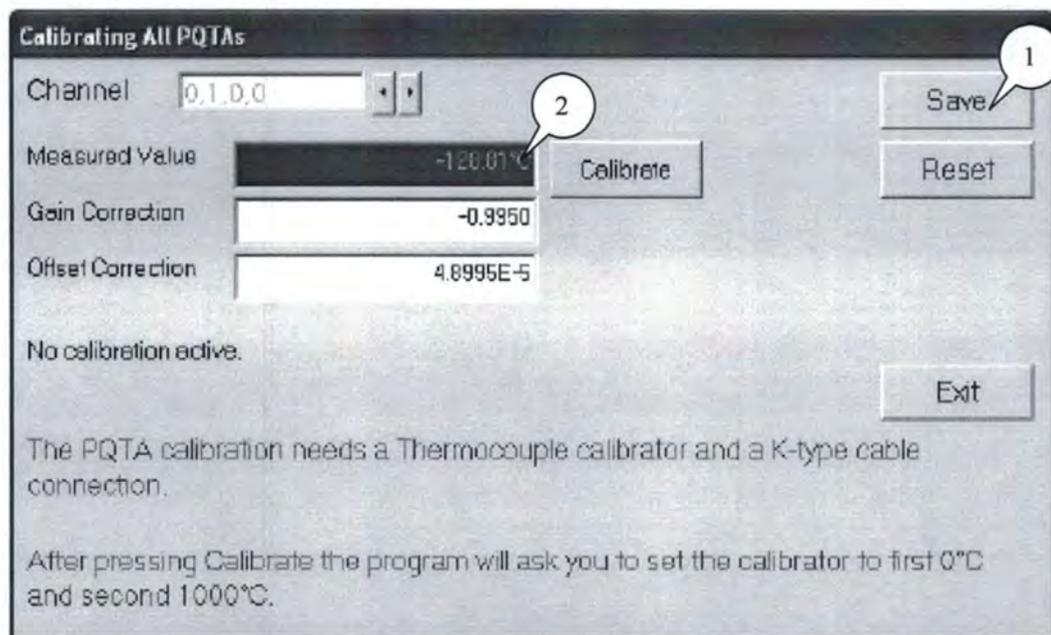

Рисунок 5
7.4.2 В интерактивном режиме в соответствии с указаниями программы (рисунок 5) подключить температурный выход калибратора универсального Fluke 5520A (далее - калибратор) к входному каналу термопарного модуля и нажать кнопку «Calibrate» на панели ПО.
7.4.5 При каждом измерении усилитель выводит в окно (2) программы (рисунок 5) значение температуры в градусах и автоматически рассчитывает относительную погрешность измерений температуры по формуле (3).